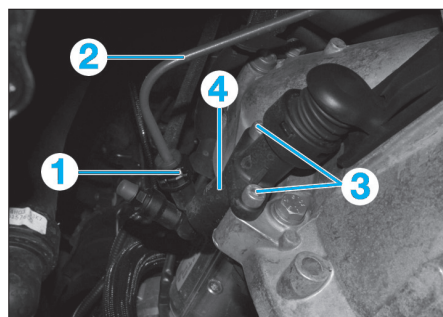

Fig. 3
- Enlever l'agrafe (1) (Fig.3).
- Dégager le tuyau (2).
- Déposer les deux vis (3).
- Déposer le cylindre récepteur d'embrayage (4).